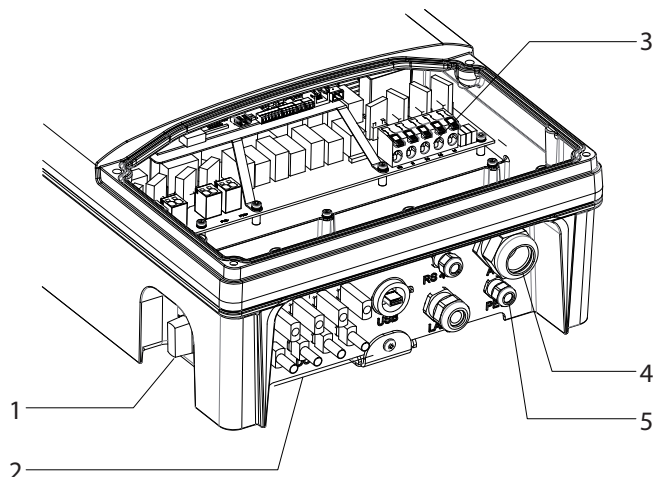

Figure 6 : Compartiment de raccordement : Raccordement électrique
6. Raccorder les câbles selon la description des bornes pour circuits imprimés. (Figure 6)